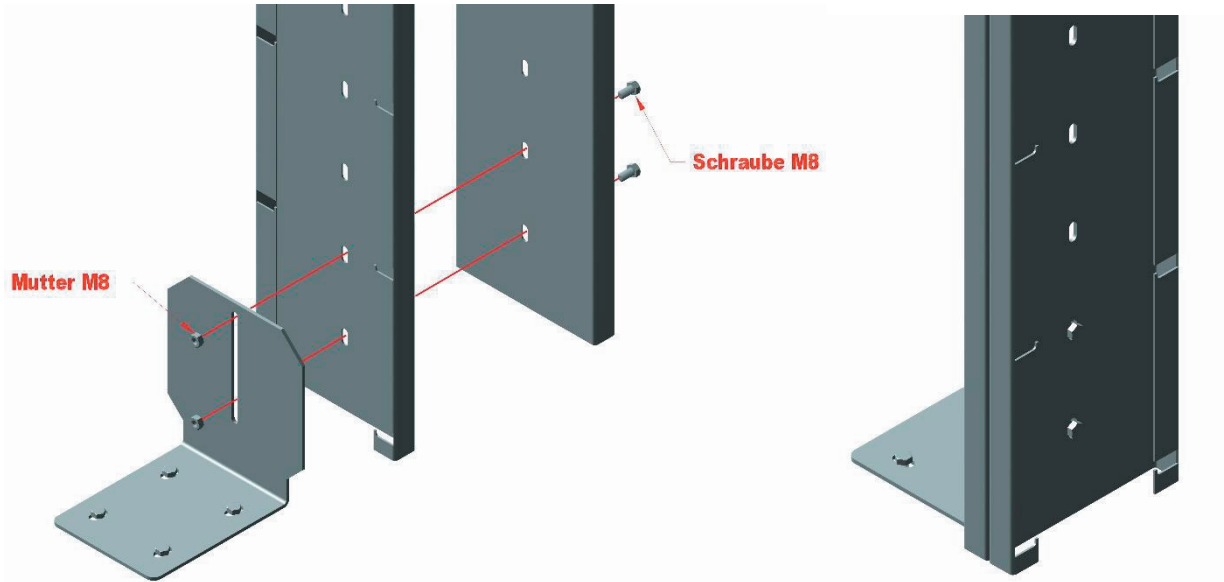

Abbildung 13: L-Profil und Pfosten verbinden
2. Beide Pfosten mit Schrauben M8 und Muttern M8 mit dem L-Profil verbinden. Siehe *Abbildung 13*.